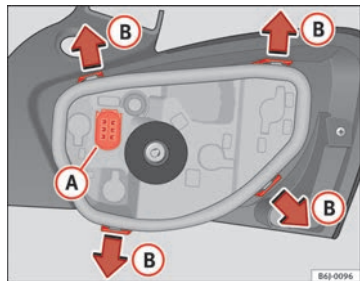

Fig. 152 Remplacement des ampoules des feux arrière
- Retirer le porte-lampes en l'extrayant du boîtier. Appuyez pour cela sur les pattes de fixation (B) dans le sens des flèches ⇒ fig. 152.